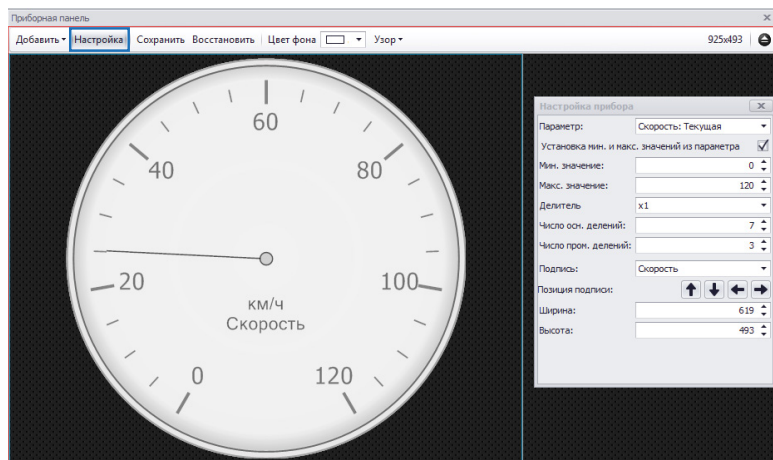

Рис.285. Настройка элемента приборной панели.
- Далее необходимо настроить добавленный элемент. Для этого – вызвать меню «Настройка прибора», нажав кнопку «Настройка» на панели инструментов модуля, затем выбрать элемент, который нужно настроить (**Рис.285**).
- После настройки индикатора необходимо закрыть меню настройки и сохранить изменения, нажав кнопку «Сохранить» (**Рис.285**) на панели инструментов модуля.
- Кнопка «Восстановить» (**Рис.285**) позволяет применить последнюю сохраненную конфигурацию Приборной панели.
Цвет фона Приборной панели может быть изменен. Для этого нужно на панели инструментов приборной панели выбрать нужный цвет в палитре «Цвет фона» (**Рис.285**). Вместо цвета к фону может быть применен узор. Для этого нужно выбрать нужный узор в списке «Узор» на панели инструментов Приборной панели.